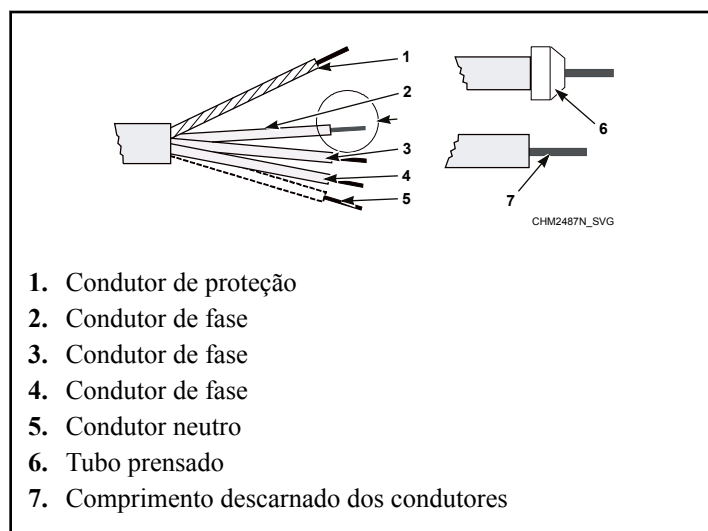

Figura 39
- Descarne as extremidades dos condutores. Ver *Figura 39*. O condutor de proteção deve ser mais longo, para que seja direcionado para a máquina sem tensão.